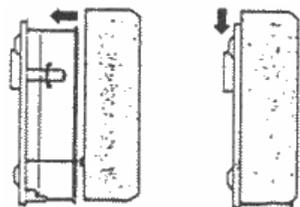

Рис.3
- Вставьте кожух конвектора боковыми фиксаторами – в пазы задней стенки конвектора (к стене и вниз) до тех пор, пока верхняя декоративная решётка (кожух) не сядет на отогнутую кромку задней стенки (см. Рис.3).